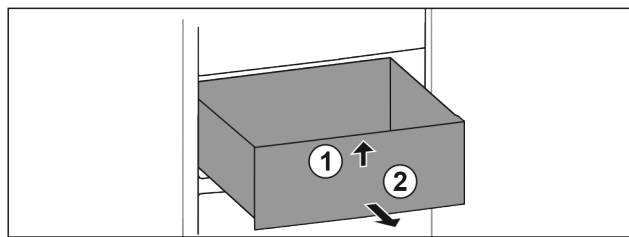

Fig. 90
- ▶ Приподнимите выдвижной ящик спереди. Fig. 90 (1)
- ▶ Извлеките выдвижной ящик движением вперед. Fig. 90 (2)